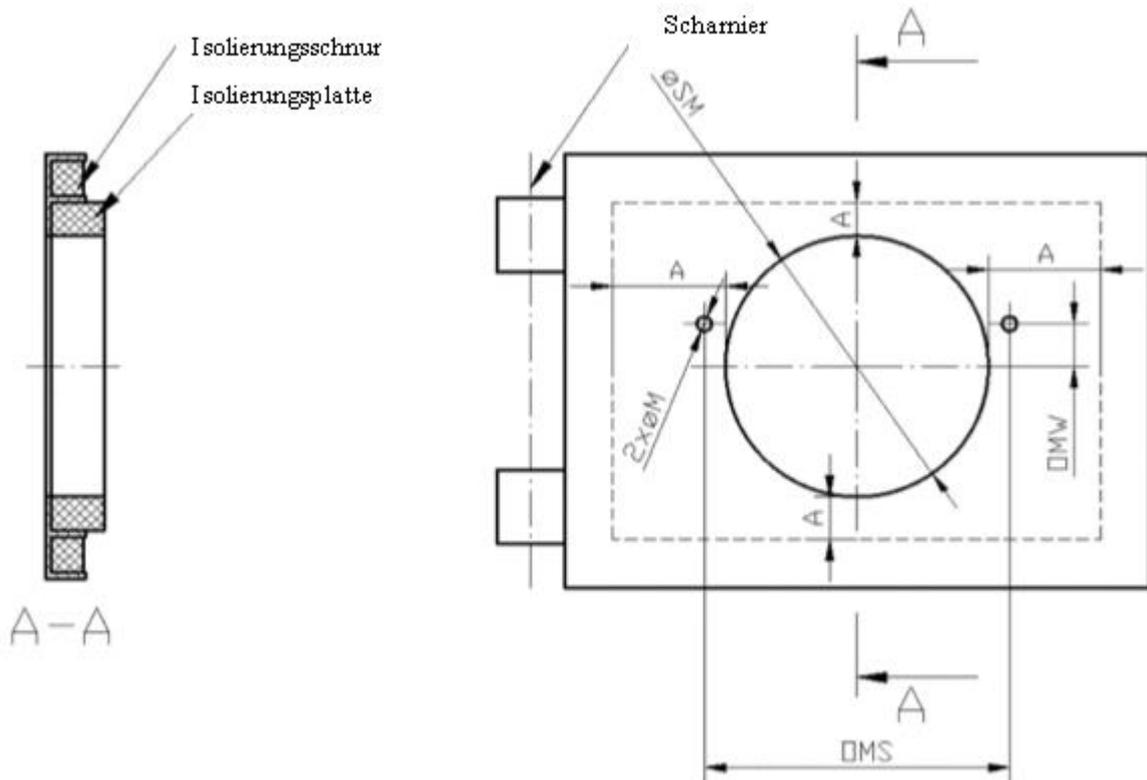

Abb. 3. Schema der Herstellung von Montagebohrungen für Brenner: 4-16 kW, 5-20 kW, 6-26 kW, 8-36 kW, 10-50 kW.
2. Der Brenner soll in einem Heizkessel oder in einem anderen Wärmeaustauscher so angebracht werden, dass die an den nachfolgenden Schemas (Abb. 3 und 4) und in der Tabelle angegebenen Maße eingehalten werden. Man soll eine Öffnung für das Außenrohr des Brenners und Montagebohrungen zur Befestigung von Brenner an der Kesseltür herstellen.